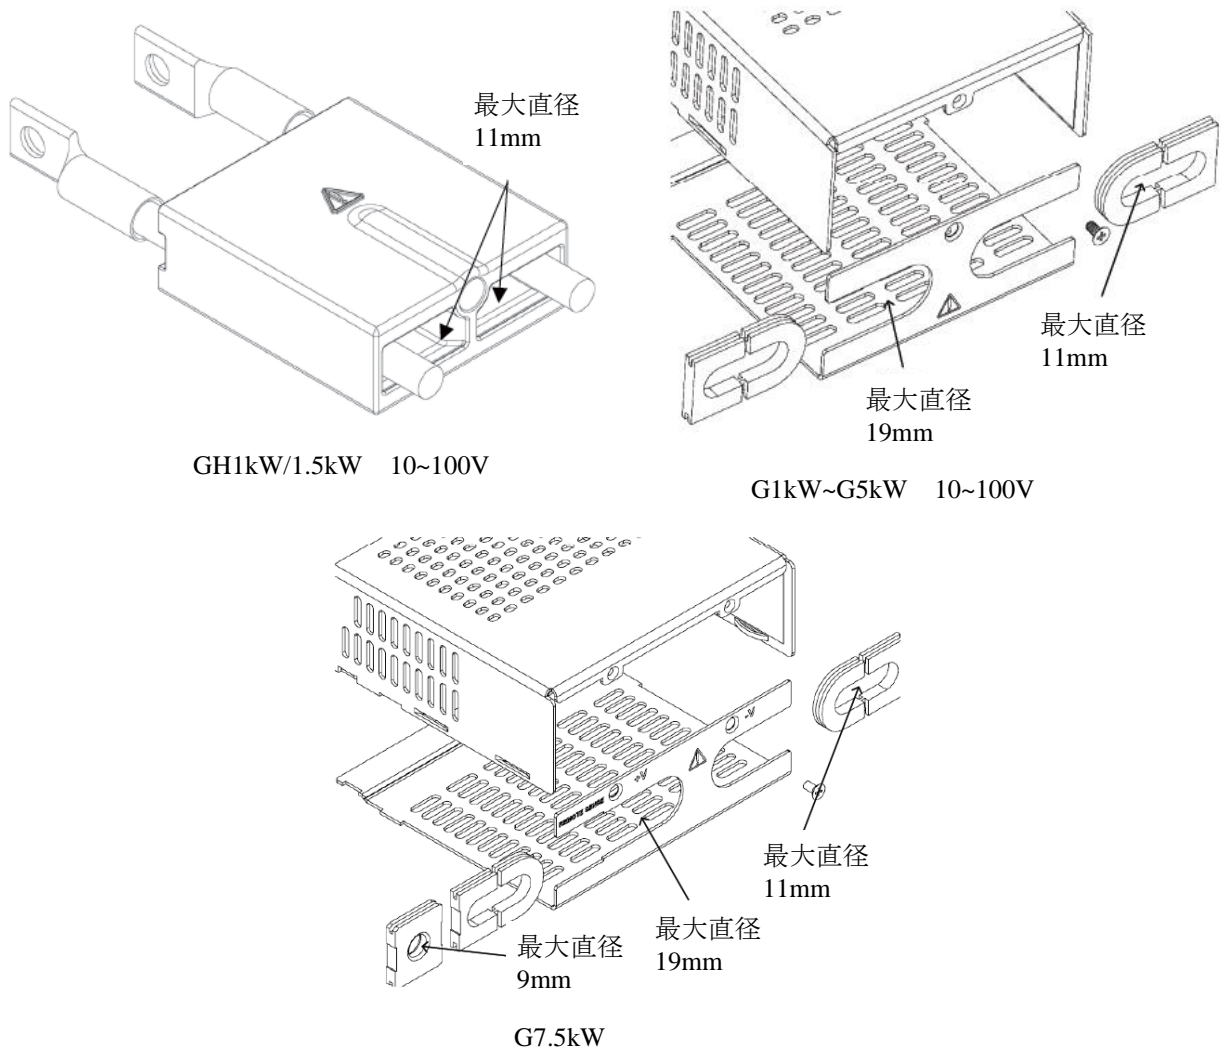

図4-25 出力端子カバーへ挿入できる線径の制限
- 出力端子カバーを取り付けるモデルにおいては、出力端子カバーに挿入できる負荷線の線径には制限があります。負荷線は絶縁部分も含めて出力端子カバーに合ったサイズを選定ください。図4-25に出力端子カバーに挿入できる線径を示します。